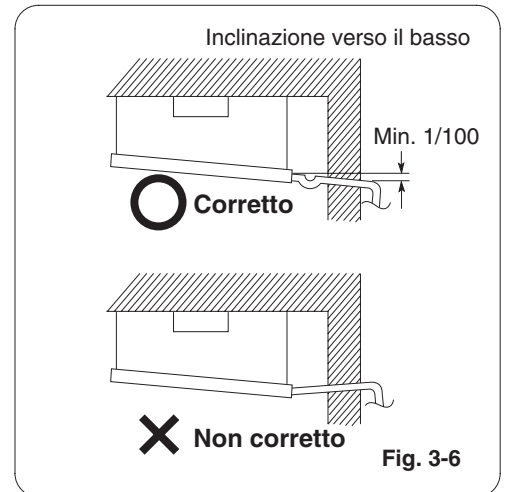

Fig. 3-6
- (3) Assicurarci che il tubo di scarico sia inclinato verso il basso (almeno 1/100). (Vedere Fig. 3-6)
- (4) Installare il tubo di scarico con sifone lontano dall'unità interna.
- (5) Non installare a forza il tubo di scarico nella tubazione dell'unità interna. Installandolo a forza, si possono verificare perdite d'acqua.
- (6) Il tubo di scarico va fissato il più vicino possibile all'unità interna. In caso contrario si possono verificare perdite d'acqua.
- (7) Non applicare alcuna apparecchiatura di spurgo dell'aria. In caso contrario, l'acqua di scarico può venire spruzzata fuori dal tubo di scarico.
- (8) Una volta completata la tubazione di scarico, effettuare una prova di tenuta e accertare che non siano presenti perdite di acqua. Se la tubazione di scarico è difettosa, si possono verificare perdite di acqua o di condensa.
- (9) Una volta completata la tubazione di scarico, controllare che l'acqua venga scaricata efficacemente. In caso contrario, si possono verificare perdite di acqua o di condensa.
- (10) Una volta completata e verificata la tubazione di scarico, avvolgere il materiale di isolamento intorno al tubo di scarico del lato interno. Al momento non avvolgerlo insieme alla tubazione del refrigerante. Se avvolti insieme, il tubo di scarico viene sollevato impedendo il corretto scarico dell'acqua. L'acqua inoltre fuoriesce dalla coppa di scarico con conseguenti perdite d'acqua.